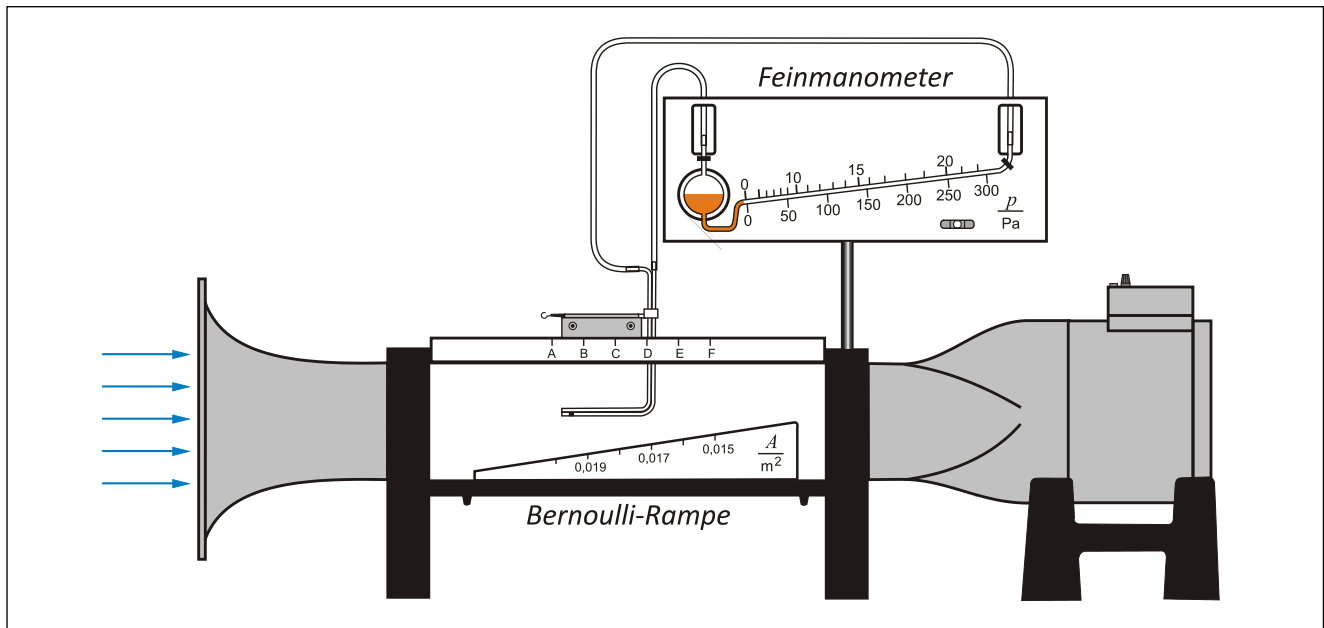

Bild 7: Versuchsaufbau Aufgabe 1
- Überprüfen Sie den Versuchsaufbau entsprechend **Bild 7**.